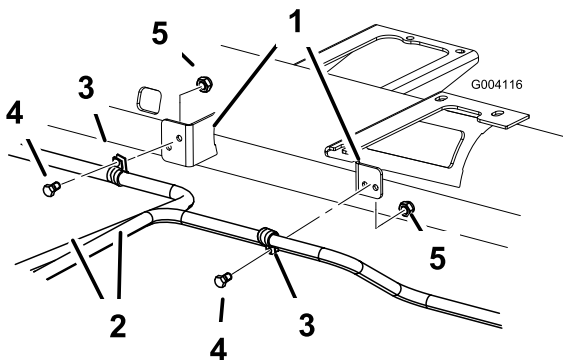

Figura 12
1. Instale os grampos em R removidos previamente utilizando 2 parafusos e porcas de bloqueio para fixar os tubos hidráulicos à estrutura da máquina como se mostra na Figura 12.